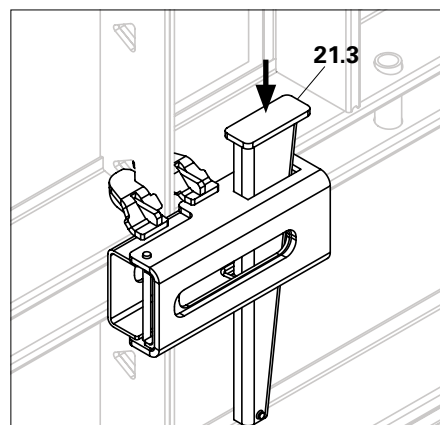

Fig. A4.06
3. Martellare il cuneo (21.3). (Fig. A4.06)